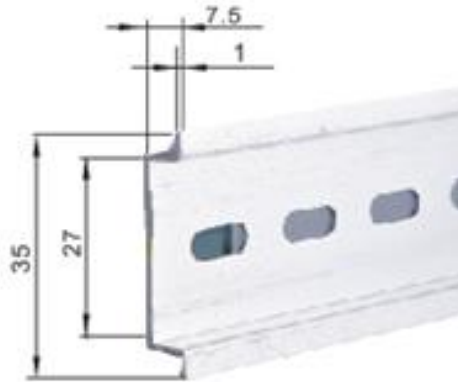

图1 TH35-7.5 (1.0) 型标准导轨
- d 安装在TH35-7.5（1.0）标准导轨上（见图1）；
(3) 正常的贮存条件